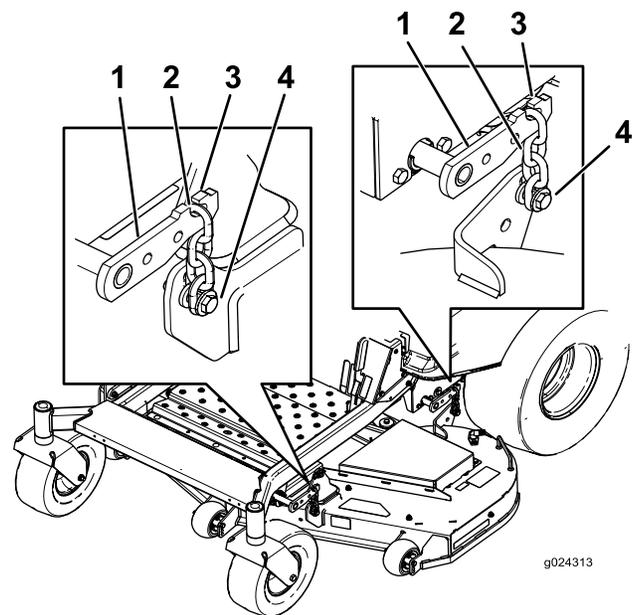

Figura 68
3. Retire las cadenas de los ganchos de los brazos de elevación de la carcasa (Figura 68).
6. Eleve la parte trasera de la carcasa de corte y conecte las cadenas a los brazos de elevación traseros (Figura 68).
7. Conecte las cadenas delanteras a los brazos de elevación delanteros (Figura 68).